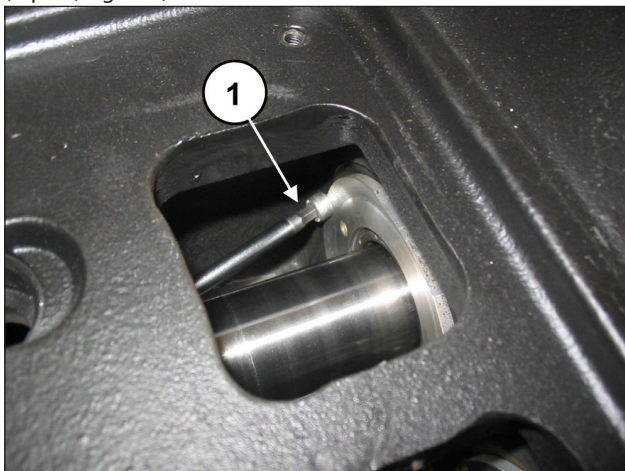

Fig. 157
Dévisser les deux vis de retenue du couvercle du joint d'huile (rep. ①, Fig. 157).